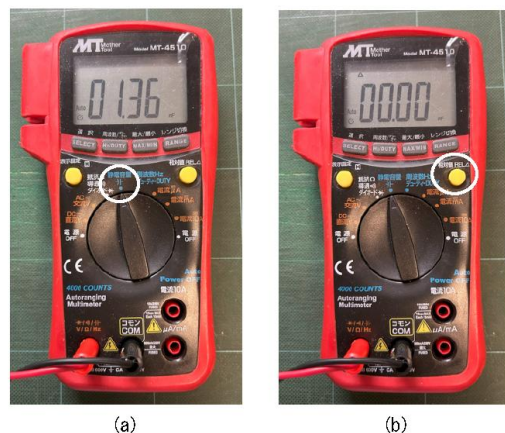

図 1-3
① テストリード (赤, 黒) のミノムシクリップをどこにもつながらない状態で, ロータリースイッチを「電源 OFF」の位置から「静電容量」の位置まで回すと, 表示器に数値が表示される(図 1-3(a)).
② DMM 右上の相対値ボタン (右側黄) を押すと, 表示器に 00.00 μF と表示される(図 1-3(b)). 00.00 μF が表示されないときは, 表示されるまで相対値ボタンを何回か押すこと。それでも表示されないときは, 監督者に知らせなさい。この状態